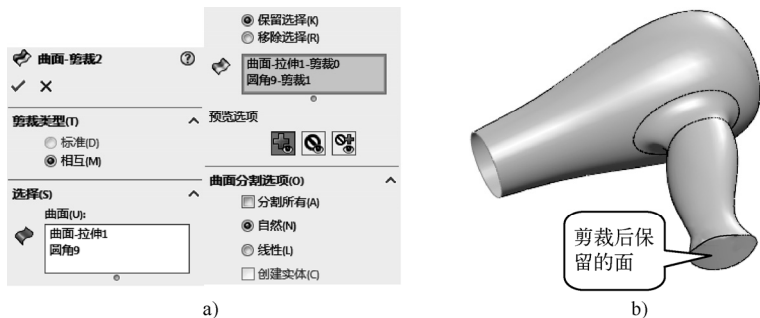

图 5-96 用新创建的曲面剪裁手柄曲面并封闭手柄曲面
STEP 7 单击“剪裁曲面”按钮，打开“曲面-剪裁”属性管理器，选择“相互”方式，选择 **STEP 6** 创建的曲面和手柄曲面，然后选中“保留选择”单选按钮，再选择手柄曲面的上部和其开口部位的封口面，对面进行剪裁，效果如图 5-96 所示。